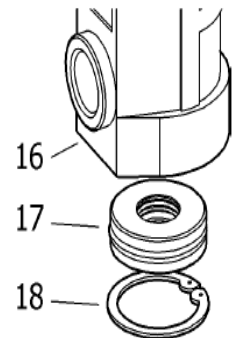

Рис. 11
2. Снять разрезное стопорное кольцо (18) и уплотнительный блок (17) с корпуса пневматического мотора (16). Заменить в случае повреждения.
3. Собрать насос в соответствии с предыдущими инструкциями, пошагово в обратной последовательности. **ПРИМЕЧАНИЕ:** Уплотнительный блок задает направление и должен монтироваться вместе с уплотнениями, установленными, как показано на рис. 12. (На рис. 11 и рис. 12 показана та же ориентация насоса).